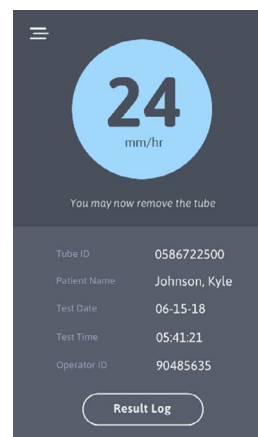

Figura 15
5. Cuando finaliza el análisis, el tubo se devuelve al puerto de carga para retirarlo y el resultado se muestra en la pantalla táctil (Figura 15).